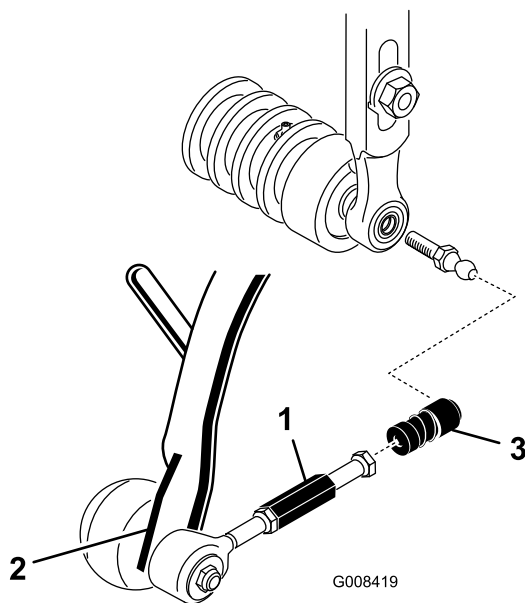

図 17
7. ボールジョイントのレシーバのスリーブを後ろにずらし、レシーバをカッティングユニットのボールスタッドに嵌め合わせる (図 17)。